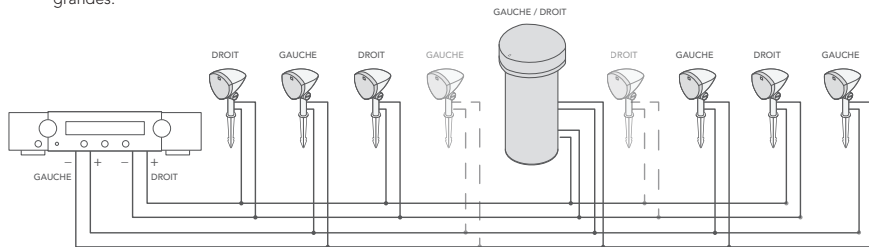

Figure 3
5. Faites passer le câble de l'enceinte dans la tranchée comme décrit dans les instructions de câblage à la section 6 « Installation des enceintes satellites » à la page suivante. Nous recommandons de laisser 380 à 400 mm (14 à 16 po) de câble supplémentaire afin que le câble ne se plie pas et ne se tire pas lorsqu'il est recouvert de terre dans la tranchée. La figure 3 représente le câblage d'un système complet à l'aide d'un amplificateur stéréo. Notez qu'une paire supplémentaire de satellites peut être achetée et installée pour des applications légèrement plus grandes.
1. Une fois toutes les satellites et le subwoofer correctement connectés, assurez-vous que l'amplificateur/le récepteur est hors tension. Connectez les fils gauche/droite de l'enceinte aux bornes positive (+) et négative (-) correspondantes de l'amplificateur/récepteur (voir le schéma de câblage de l'amplificateur à la Figure 3).